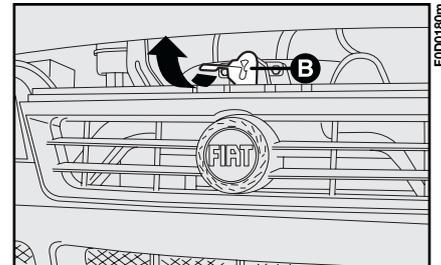

fig. 134
- Soulever le capot par l'avant en agissant sur le levier **B**-fig. 134.